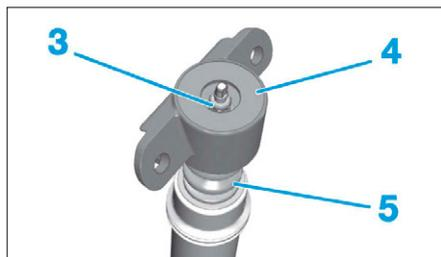

FIG. 50
- l'écrou (3) (Fig.50),
- le support supérieur d'amortisseur (4),
- la butée (5).